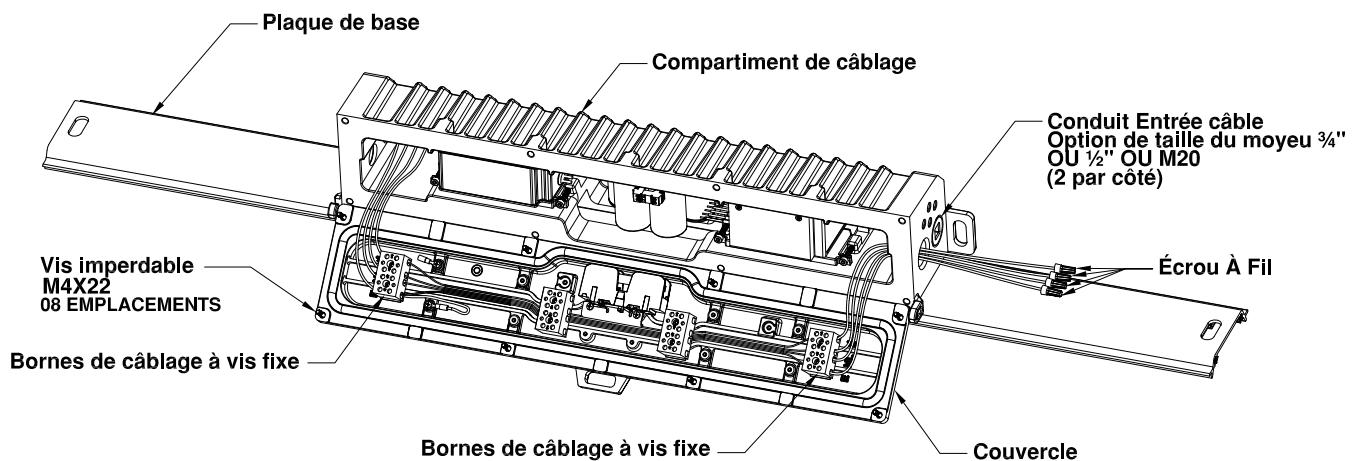

FIGURE 5: LUMINAIRE D'URGENCE RIGMASTER AVEC OPTION ÈCROU À FIL
- A. Ouvrez le compartiment de câblage du luminaire en desserrant les huit vis imperdables du couvercle. Laisser le couvercle s'ouvrir pour permettre l'accès au compartiment de câblage. Voir la Figure 5.